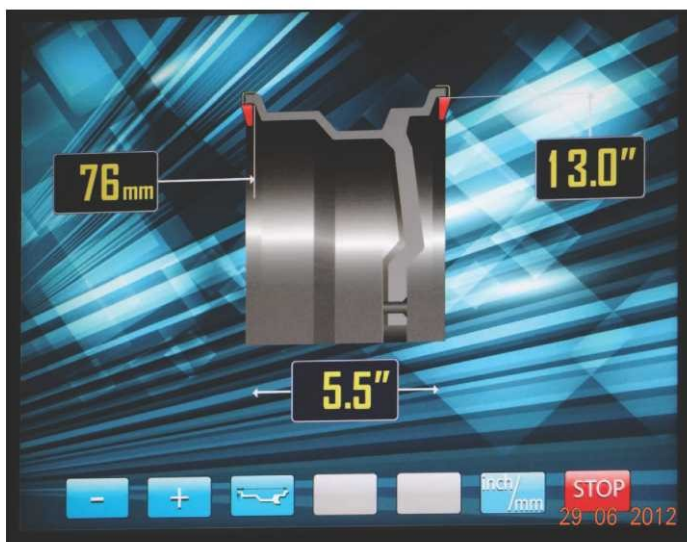

рис.10.2.
При включении питания СБ автоматически устанавливаются исходные параметры « d » и « b », записанные в памяти СБ, которые можно проконтролировать нажимая кнопку A, d, b кнопка 3 на рис.10.2.
В этом режиме функционируют кнопки «-» и «+» для ввода ширины диска, а также для коррекции диаметра диска и дистанции от корпуса СБ до колеса, если требуется их ручная коррекция. Переключение кнопок «-» и «+» для коррекции диаметра и дистанции осуществляется кнопкой A,d,b (кнопка 3 рис.10.2), при этом корректируемая величина выделяется красным цветом, кроме того кнопка A,d,b позволяет перейти к экрану ввода геометрических параметров из экрана основного рабочего режима.
11.2.1. Введите геометрические параметры колеса как описано в п. 10.2 или 10.4. На экране ввода геометрических параметров отображается стандартная балансировка грузами на пружинках рис.10.2 или 10.4..